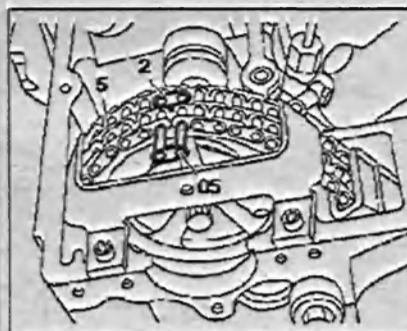

Рис. 4.45. Вставьте центральную плиту 2 в цепь и зафиксируйте ее с помощью звена 05.
9. Вставьте центральную плиту 2 в цепь и зафиксируйте ее с помощью звена 05 (рис. 4.45).